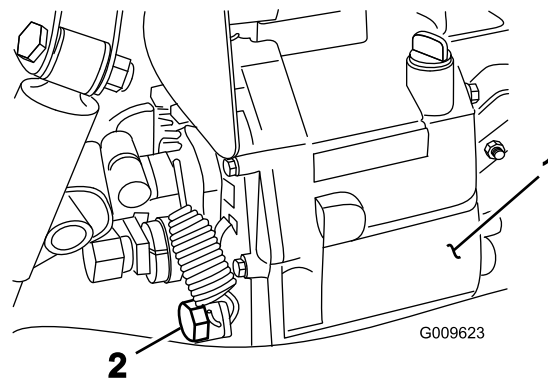

Figura 70
2. Togliete la valvola di spurgo situata sul fianco del serbatoio e lasciate defluire il fluido idraulico in una bacinella (Figura 70).